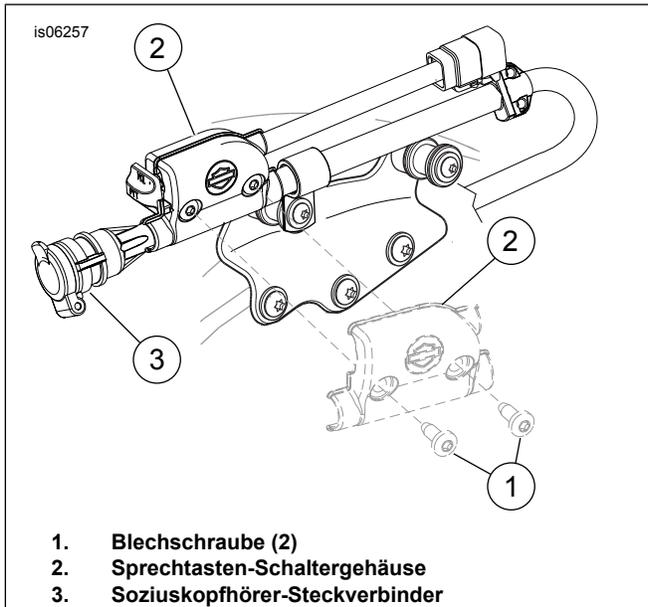

Abbildung 5. Sprechstasten-Kabelbaum einbauen
2. Siehe Abbildung 5. Das Sprechstasten-Schaltergehäuse (2) in das Soziushdsetsteckergehäuse (3) einbauen. Das Schaltergehäuse so positionieren, dass sich der Knopf nahe der Schutzkappe auf dem Soziuskopfhörer-Steckverbinder befindet.
3. Die Blechschrauben (1) im Schaltergehäuse einbauen, aber nicht vollständig anziehen. Nach Einbau von Sitz und Zubehör die endgültige Lage ermitteln.